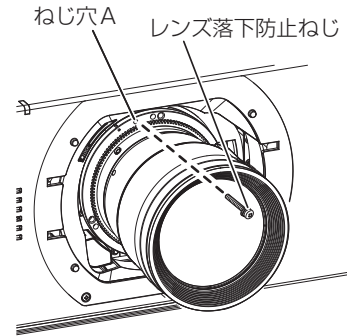

図 2
3) 付属のレンズ落下防止ねじで、投写レンズを固定する（図 2）